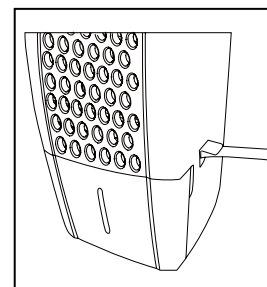

fig. 4
- Vuelva a colocar el recipiente en la unidad y asegúrese que esté correctamente ubicado. (fig.4)